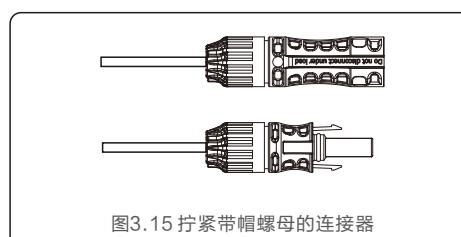

图3.15 拧紧带帽螺母的连接器
4. 将金属连接器插入连接器顶部，并以3~4 Nm的扭矩拧紧螺母（参见图3.15）。